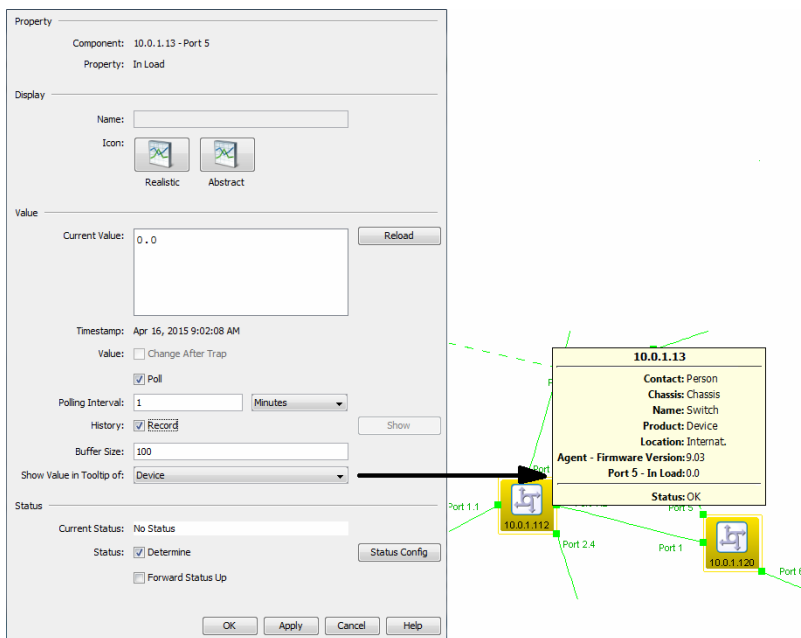

Figura 63: Proprietà dettaglio
- Tramite “Dimensioni Buffer” è possibile indicare quante righe devono essere memorizzate nel protocollo. Se si desidera visualizzare questo valore anche nella finestra d'aiuto di un componente di livello superiore, selezionare il componente “Mostra valore nel tooltip di” nell'elenco a scorrimento (vedi figura 63).